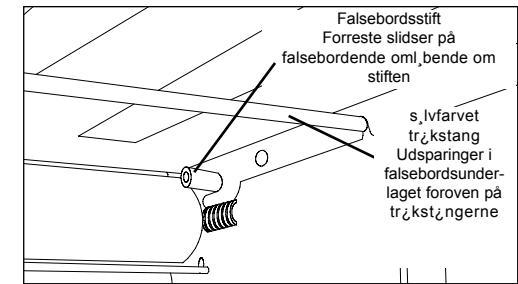

Fig. 8
Undtagelse: Til fremstilling af en halv falsning skal det bageste falsebord skubbes ind med den lukkede ende f, st (se nedenstående afsnit halv falsning) **Tip:** Mange bruger synes det er nemmere at montere falsebordene forfra (Fig. 8).
- Slidserne i enen af de to falseborde passer p, de s,lvfarvede stifter (2) i apparatets indre (fig. 8).
- Falsebordene skal ligge p, oversiden af de s,lvfarvede tr,ksk,t,ringer. (se fig. 8).